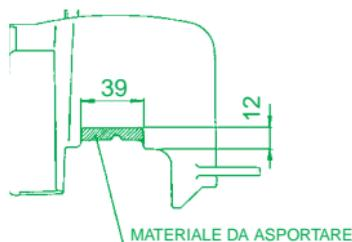

Fig. 1
- Inserire la guarnizione di testa (9) e la testa (7) sui prigionieri fino a battuta col cilindro.
- Montare la cuffia sul cilindro (modificata come indicato in Fig. 1), il convogliatore e la nuova candela (vedi sezione "Consigli importanti").